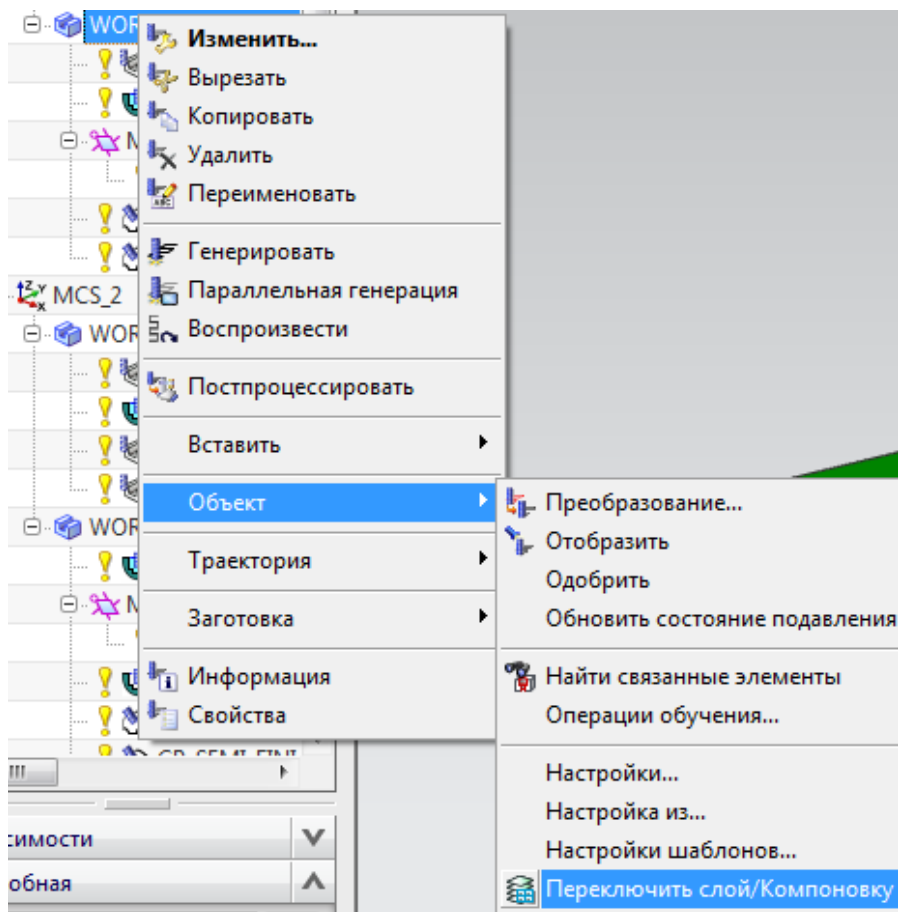

Рис. 2.17. Выбор сохранённых настроек компоновки и слоёв
- выбрать **Объект** → **Переключить слой/Компоновку** (см. рис. 2.17).